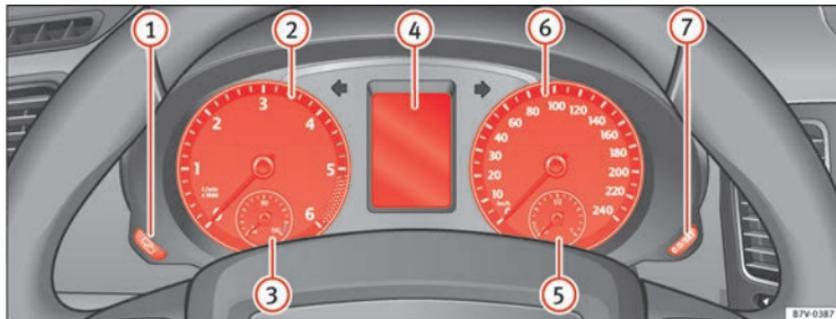

Abb. 35 Kombiinstrument in der Instrumententafel.
Erläuterungen zu den Instrumenten → Abb. 35:
① **Stelltaste für die Uhr¹⁾**
- Zum Weiterstellen Taste drücken → Abb. 35 ⑦. Zum Schnelldurchlauf gedrückt halten.
② **Drehzahlmesser** (Umdrehungen x 1000 pro Minute des laufenden Motors).
Im Display des Kombiinstrumentes ⇒ Abb. 35 ④ können je nach Fahrzeugausstattung verschiedene Informationen angezeigt werden:
Die Anzeige des Service-Ereignisses erfolgt im Display des Kombiinstruments ⇒ Abb. 35 .